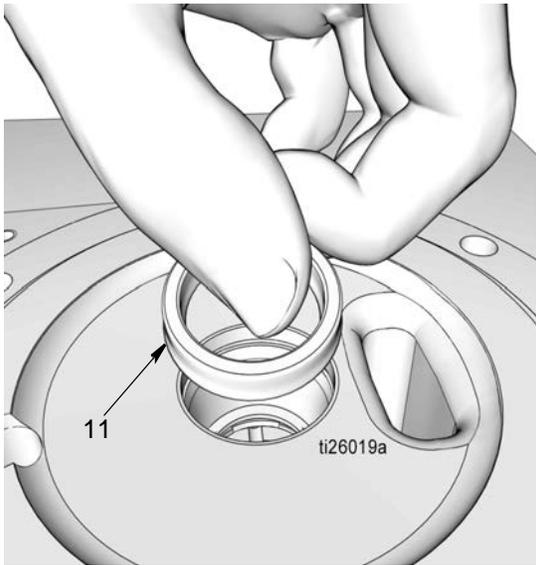

图 31
- d. 安装密封 (11)。确保密封的唇口朝下，如 图 31 所示。